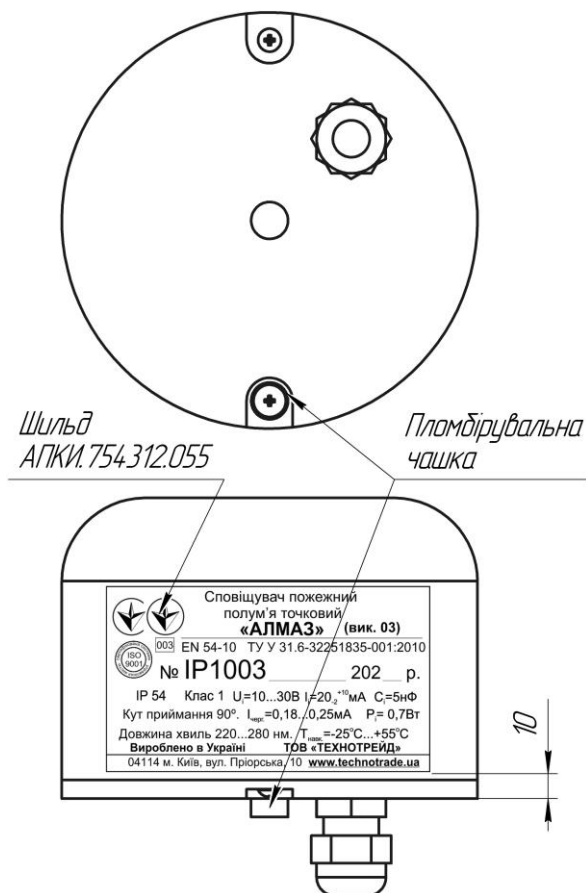

Рисунок 10.1 Маркування СП.
10.1. На корпусі СП укріплений шильд АПКІ.754312.055 (Рис. 10.1), на якому вказано: